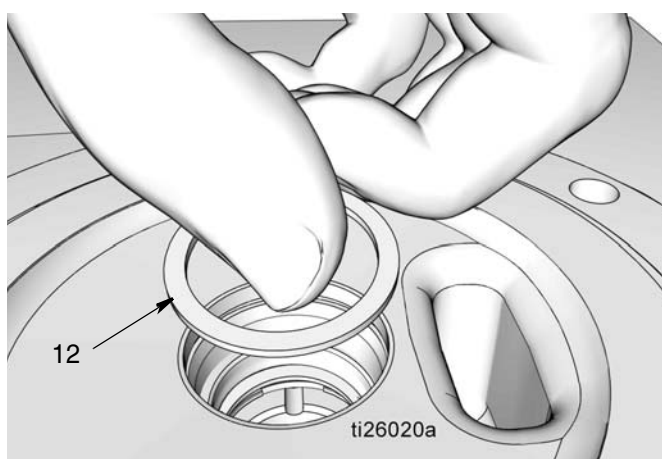

FIG. 35
- g. Monter l'entretoise (12) (FIG. 35).